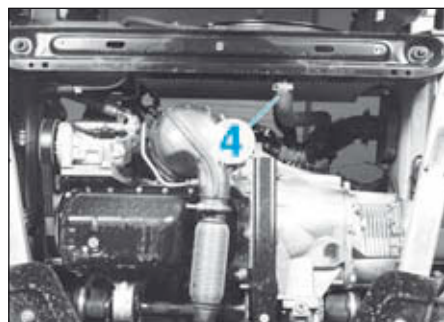
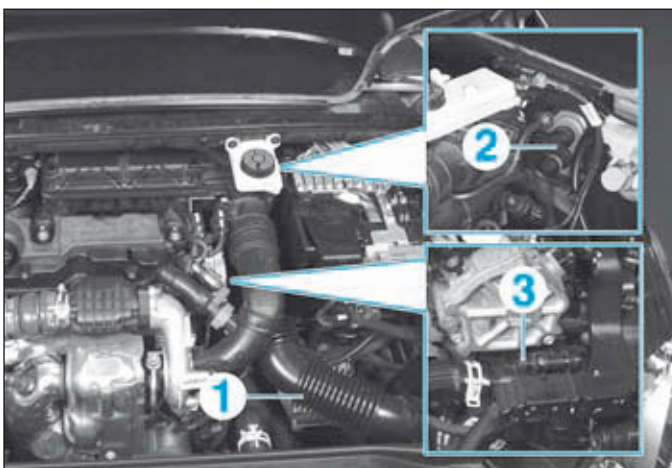

FIG.20
FIG.19
- Déposer le conduit d'air (1).
- Ouvrir la vis de purge (2) située sur la durite de chauffage (Fig.19).
- Ouvrir la vis de purge (3) située sur le boîtier thermostatique.
- Débrancher la durite inférieure (4) de radiateur (Fig.20).